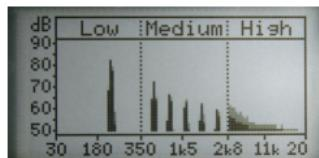

Abb.5
- lineares Audiospektrum (*Abb.5*)